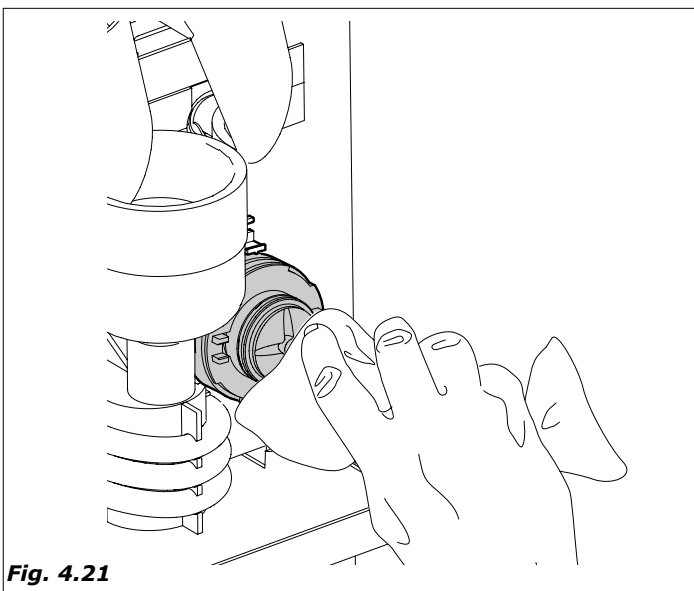

Fig. 4.21
- con un trapo humedecido,(en la solución), limpiar la base de las batidoras (Fig.4.21)